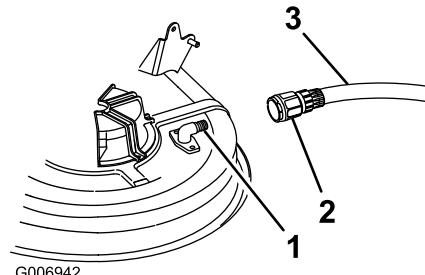

Figura 55
4. Conecte el acoplamiento (no suministrado) al conector de lavado del cortacésped, y abra el grifo al máximo (Figura 55).